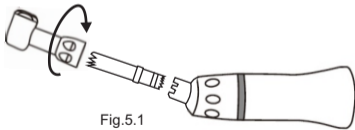

Fig.5.1
- 1) Afrouxe o anel de acoplamento para separar a cabeça e a transmissão do contra-ângulo (Fig. 5.1);